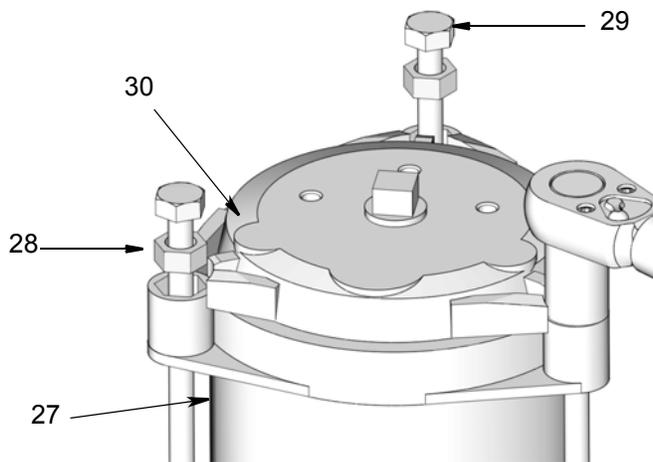

FIG. 13
- La tapa (30) está accionada por resorte. Presione la tapa con la mano. A la vez, utilice una llave para aflojar y desmontar las varillas de conexión (29).
Afloje las varillas siguiendo un patrón diagonal, con cuidado de aflojar cada varilla gradualmente hasta haber aflojado todas ellas completamente. Extraiga las varillas de conexión (29) y los separadores (28). Consulte FIG. 13.
- Retire la tapa (30) y el resorte (25) del depósito (27) (FIG. 13).